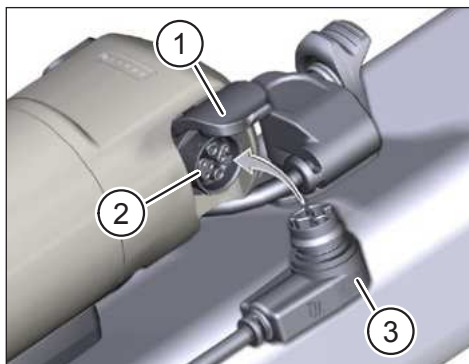

Abb. 3: Range Extender laden
- Klappen Sie die Abdeckung (Pos. 1 in Abb. 3) am Ladeport des Range Extender auf.
- Kontrollieren Sie, dass die Kontakte im Ladeport (Pos. 2 in Abb. 3) frei von Verschmutzungen sind und reinigen Sie diese bei Bedarf.
- Stecken Sie den Ladestecker (Pos. 3 in Abb. 3) des Chargers in den Ladeport des Range Extender.